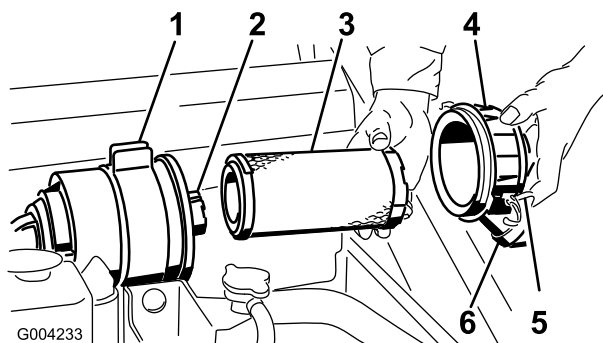

Figura 26
- Abra los cierres del limpiador de aire y tire de la tapa del limpiador de aire para separarla de la carcasa del limpiador de aire (Figura 26).
- Extraiga con cuidado el filtro primario del cuerpo del limpiador de aire (Figura 26). Evite golpear el filtro contra el lado de la carcasa.
- Si va a cambiar el filtro de seguridad, deslice cuidadosamente el filtro nuevo en el cuerpo del filtro (Figura 26).
- Deslice cuidadosamente el filtro primario por encima del filtro de seguridad (Figura 26). Asegúrese de que está bien asentado empujando sobre el borde exterior del filtro mientras lo instala.
- Instale la tapa del limpiador de aire con el lado que lleva la palabra UP hacia arriba, y fije los cierres (Figura 26).